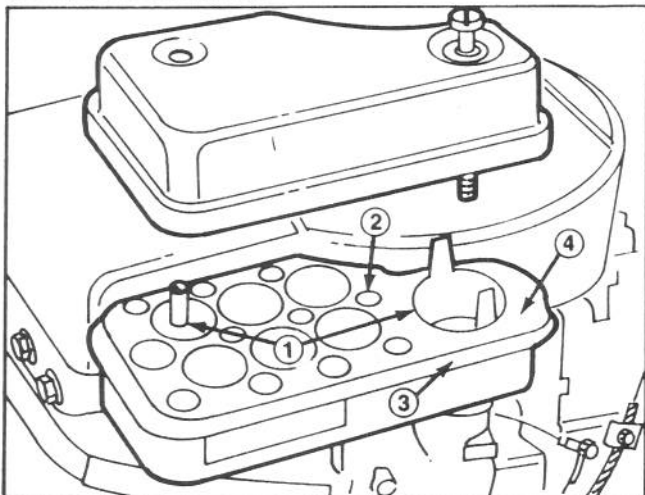

Figure 10
3. Enlever la protection et l'écran de l'élément en mousse, enlever les intercalaires de l'élément et l'élément du corps (Fig. 10). Rechercher toute trace de saleté ou de décoloration sur l'élément et le nettoyer si besoin est.